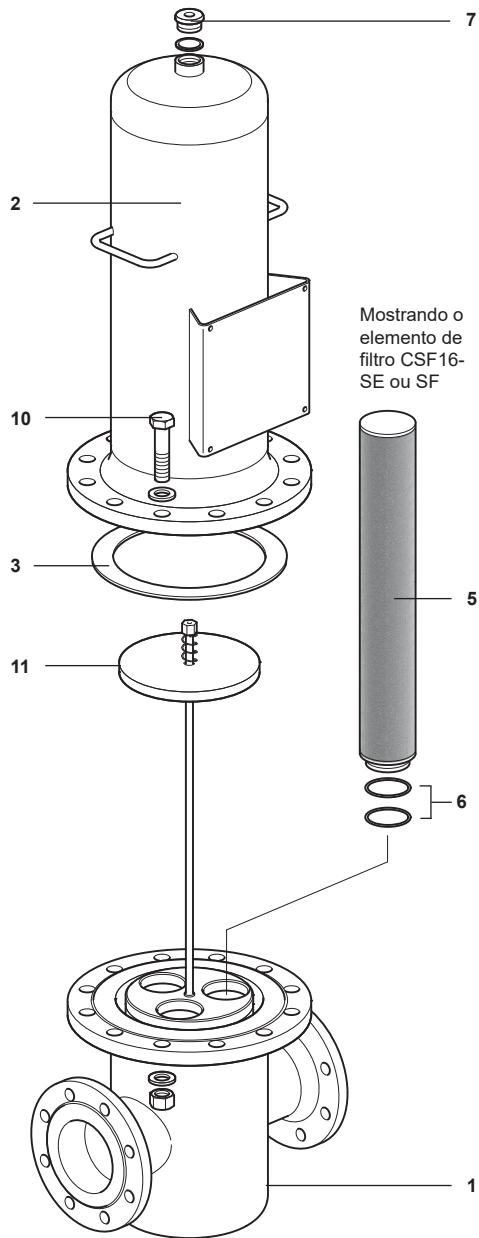

Fig. 8 DN100 e DN150L
2. O anel do invólucro (4) ou os parafusos do invólucro (10) que mantêm juntos a cabeça do invólucro do filtro (2) e o copo do invólucro do filtro (1) devem ser desparafusados usando a chave apropriada. A cabeça do invólucro do filtro (2) pode então ser removida.
3. As vedações do elemento filtrante (2 retiradas, item 6) devem então ser lubrificadas com um lubrificante adequado para a aplicação, antes de encaixar no copo do invólucro do filtro (1).
4. O elemento filtrante (5 – observe que existem vários elementos para os tamanhos maiores) deve ser empurrado com cuidado para dentro do copo do invólucro do filtro (1).
5. **Quando vários elementos são encaixados**, o conjunto de suporte do filtro (11) deve ser montado e encaixado como mostrado na Fig. 8.
6. Certifique-se de que a vedação do invólucro do filtro (3) está instalada.
7. **Para diâmetros DN8 a DN80:** O anel do invólucro (4) deve então ser colocado cuidadosamente na área de assentamento na cabeça do invólucro do filtro (2), antes de abaixar suavemente o copo do invólucro do filtro (1) sobre o elemento filtrante e apertar o anel do invólucro (4). O anel do invólucro (4) é projetado com uma rosca grossa para minimizar a possibilidade de escoriação. Normalmente, a lubrificação da rosca não é necessária. No entanto, um lubrificante de roscas pode ser usado, se necessário.